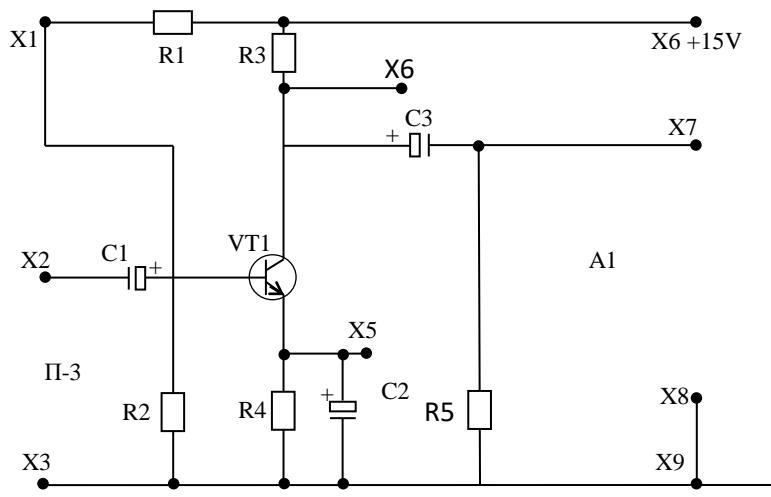

Рис. 1
1.1. Собрать схему A1 (рис. 1).